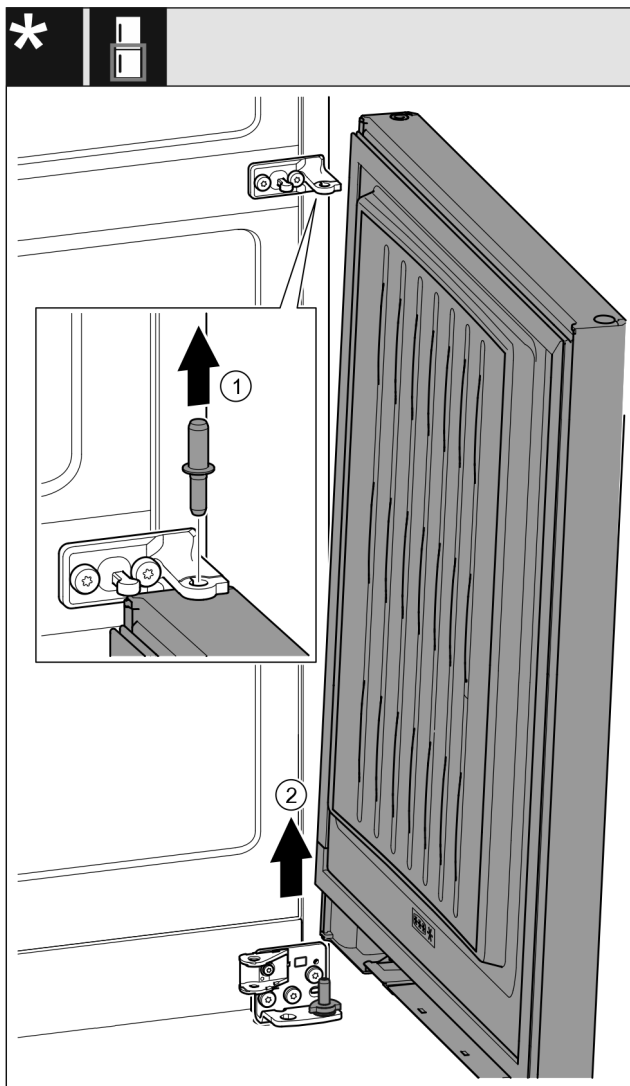

Fig. 23 *
- ▶ Nxirrni jashtë bulonin duke e ngritur lart. *Fig. 23 (1)**
- ▶ Anoni paksa derën për ta ngritur, tërhiqeni lart dhe lëreni mënjanë. *Fig. 23 (2)**